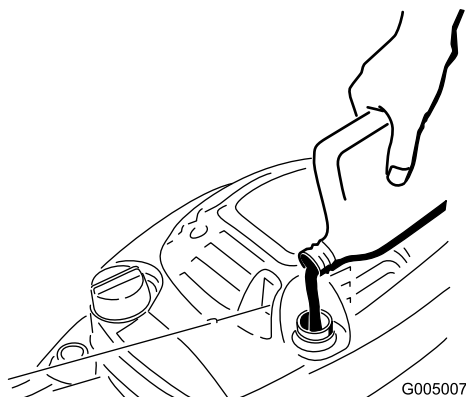

Figure 27
4. Versez de l'huile **lentement** dans le goulot de remplissage pour faire monter le niveau de liquide jusqu'au repère du plein (**Full**) sur la jauge (Figure 27). **Ne remplissez pas excessivement.** (Remplissage max. : 0,6 l (20 onces), type : huile détergente SAE 30W de classe de service API SF, SG, SH, SJ, SL ou supérieure.)